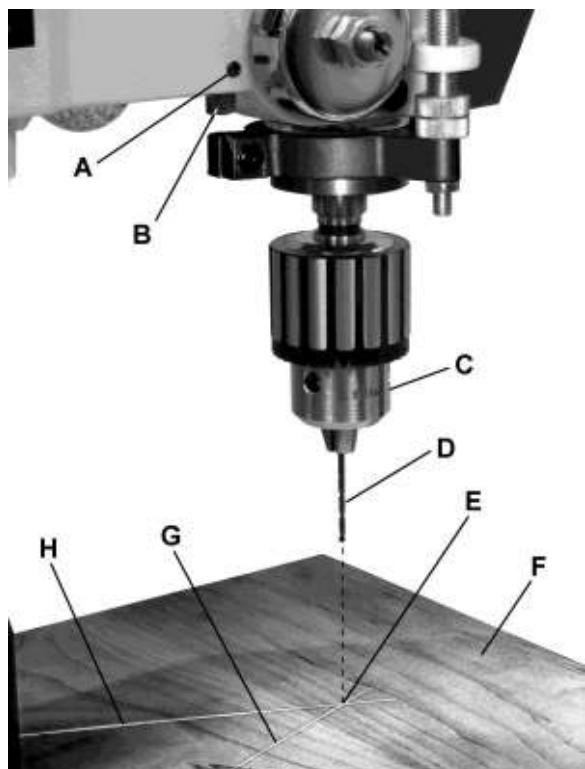

Рис. 19
Для настройки лазера (см. рис. 19):
1. Зажмите в патрон (C) небольшое сверло (D), а на рабочий стол положите плоский деревянный бруск (F). Убедитесь, что бруск не будет смещаться в процессе настройки лазера, при необходимости закрепите его. Обратите внимание: Стол станка должен быть надежно зафиксирован в горизонтальном положении.
4. С помощью шестигранного ключа 3 мм ослабьте установочные винты (A) с обеих сторон лазерного блока (на рис. 19 показана только левая сторона).
5. Отрегулируйте (B) так, чтобы луч лазера (G) проходил через отметку (E). Затяните установочный винт (A).
6. Таким же образом отрегулируйте положение другого луча лазера так, чтобы перекрестные лучи (G,H) пересеклись над отметкой (E) бруска.
7. Затяните оба установочных винта (A).